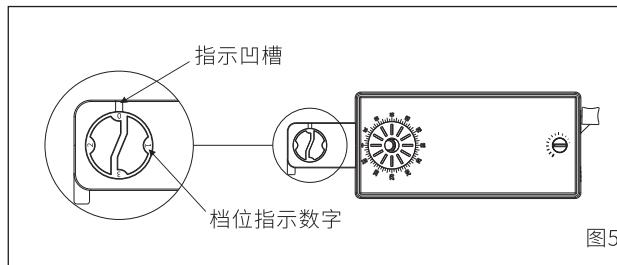

图5
6.调整档位调节旋钮，使旋钮上相应的数字对准接驳器上的凹槽，那个数字对准凹槽及那个档位被接通（图5）。